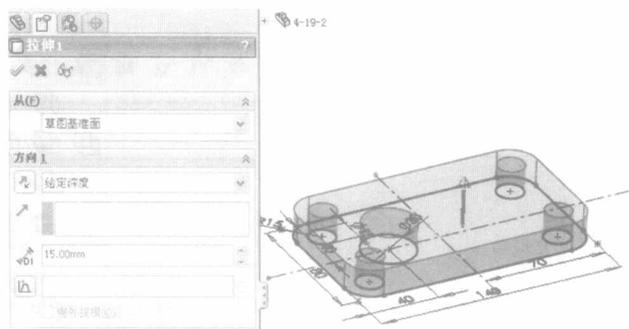

图 1-12 属性管理器的操作
(2) 属性管理器。建立每个特征时都会有一些具体的要素，这些要素就保存在属性管理器中，如图 1-12 所示。在属性管理器中选择“拉伸 1”即可对其属性进行查看或修改。